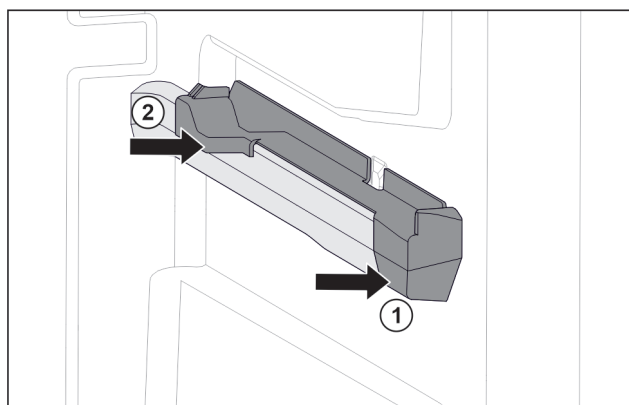

Fig. 72 Påsettingsdel på høyre beholderribbe
- Sett på påsettingsdel foran på beholderribben. Fig. 72 (1)
- Trykk på påsettingsdel bak. Fig. 72 (2)